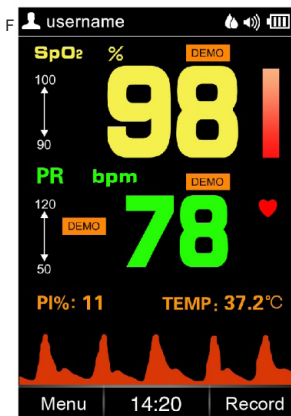

Figura 4.10K Modalità Demo
- **Demo:** Per accedere alla modalità di dimostrazione, come mostrato nella figura 4.10K.